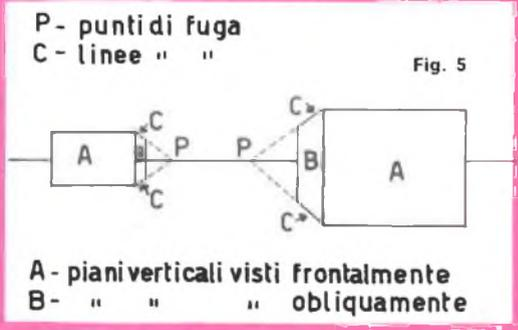

Fig. 5
Fig. 5 - Le linee di ogni soggetto, viste frontalmente, rimangono sempre verticali (A), mentre le linee dei piani laterali (B), congiungendosi alla linea d'orizzonte, ci forniranno la prospettiva del soggetto stesso.
In ogni veduta prospettica i piani verticali visti frontalmente e cioè paralleli alla linea di terra appaiono non deformati e più o meno grandi a seconda della distanza. I piani verticali visti obliquamente appaiono invece deformati, rimpicciolendosi a mano a mano che si allontanano dal punto di osservazione. Le linee verticali che compongono questi piani resteranno verticali mentre le linee orizzontali diventeranno oblique e tenderanno a scendere od a salire a seconda che si trovino sopra o sotto la linea dell'orizzonte: sono le così dette linee di fuga (fig. 5).